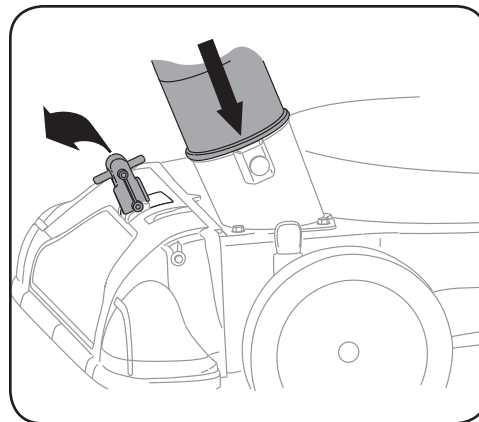

Figure 3-5
1. Placez le levier de sélection de mode d'aspiration à la position la plus éloignée du boyau pour aspirer par le boyau. Voir Figure 3-5.
2. Avant d'utiliser le boyau d'aspiration, assurez-vous que la goupille à ressort est insérée dans le deuxième trou du raccord du boyau. Voir Figure 3-5.